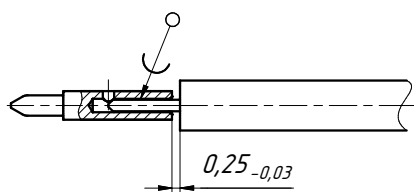

Рис. 39 – Пайка штыря на жилу кабеля.
- 1) Выполните пайку штыря на жилу кабеля (рисунок 39). Для обеспечения низкого КСВН кабельной сборки необходимо точно выдерживать размер $0,25_{-0,03}^0$;